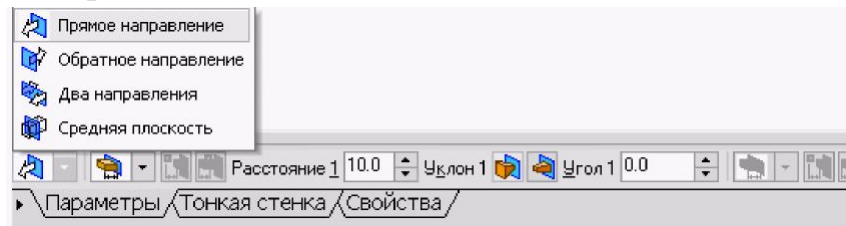

Рисунок 4.13 – Напрямок для операції видавлювання
8. Задаємо напрямок, в якому потрібно видавлювати ескіз: «Прямое направление, Обратное направление, Два направления или Средняя плоскость» (рис. 4.13).